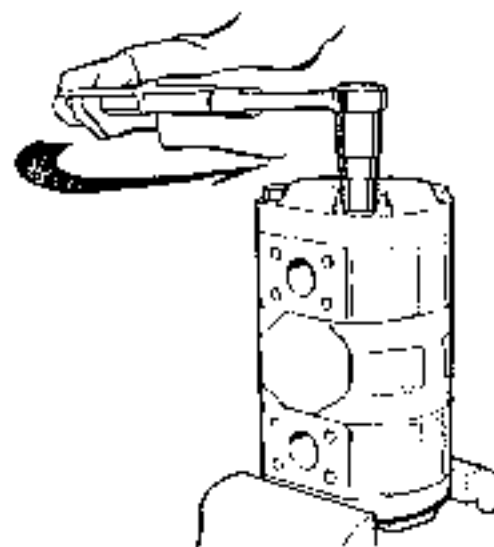

Fig. 22
18. Install stud bolts ⑩ and ⑪, washers ⑫ and nuts ⑬. Tighten nuts with a torque wrench in the diagonal sequence. (Fig. 22)
14. コネクティングシャフト⑮を入れる。
15. 11と同様にドライブギヤ⑤、アイドルギヤ⑥を入れる。
17. エンドフレーム①にノックピン⑭を入れ、Uマークの上側がドライブギヤ⑤に来る様にしておく。
18. スタッドボルト⑩、⑪、ワッシャー⑫、ナット⑬を取り付け、ナットをトルクレンチで対角的に締め付ける。(Fig. 22)